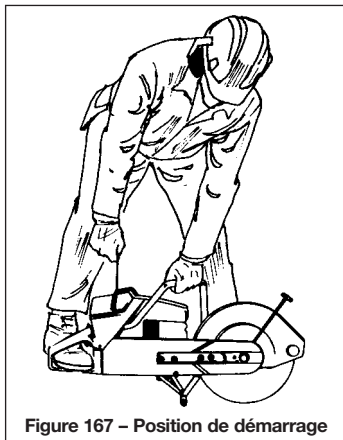

Figure 167 – Position de démarrage
- Posez un pied dans la poignée arrière, agrippez la poignée supérieure d'une main pour soulever la lame au-dessus de la surface et utilisez l'autre main pour tirer le cordon du démarreur (figure 167).